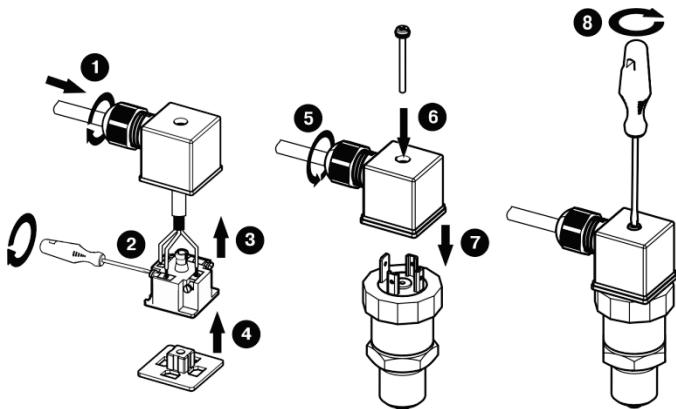

Рисунок 4 – Монтаж проводов
**Монтаж проводов** (см. рисунок 4):